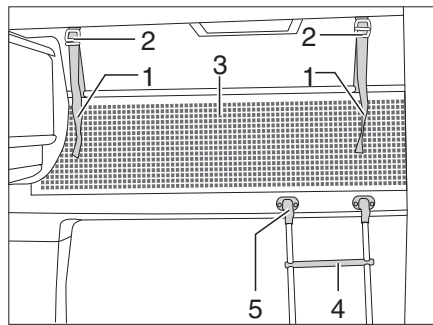

Bild 113 Alkovenbett
Zum Besteigen des Alkovenbetts die serienmäßig beigelegte Aufstiegsleiter (Bild 113,4) benutzen.
- Die Leiter mit den Holmen in die Halterung (Bild 113,5) an der Alkovenblende einhängen.
Das Sicherungsnetz (Bild 113,3) ist serienmäßig zwischen Matratze und Lattenrost verstaut. Das Sicherungsnetz erst aufspannen, wenn sich die Personen bereits im Alkoven befinden.
- Die Haltebänder (Bild 113,1) in die Halterungen an der Decke (Bild 113,2) einrasten.